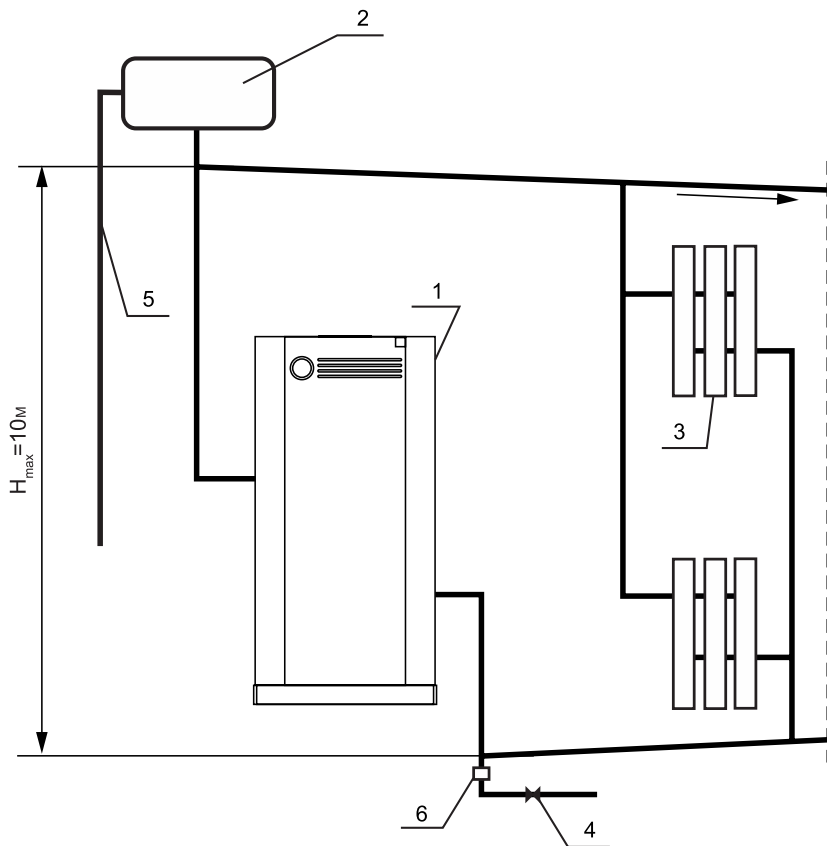

Рис. 2.
- 6.7. Расширительный бак устанавливается в верхней точке газовой стояки, желательнее в отапливаемом помещении. Запрессовывается установленный сигнальный трубопровод (см. рис. 2, 3).